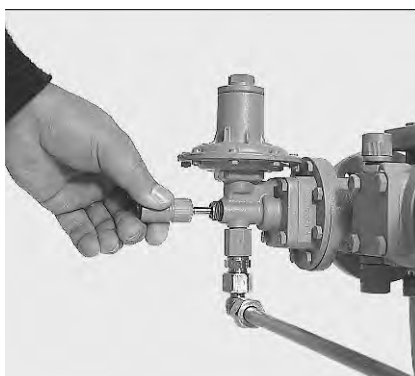

Рис. 5
- Открыть колпачок, вытянуть стержень клапана до его защелкивания (рис. 5, возможно лишь в случае, когда выходное давление меньше давления срабатывания ПЗК).